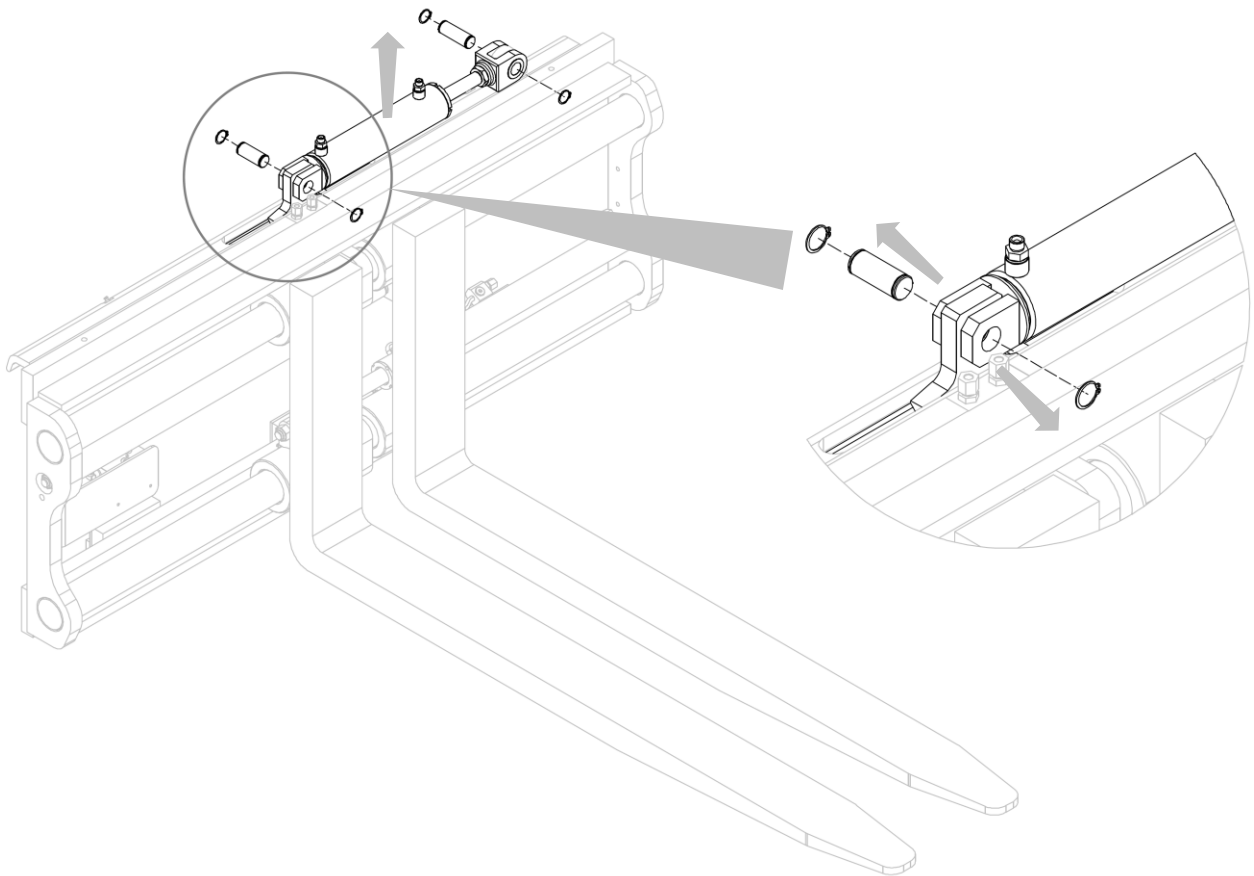

Figure 24
4. Se référer à la *Figure 24*.